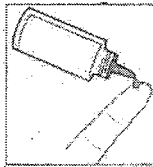

Figura 18
4. Vuelva a oprimir la botella para que salga una segunda gota sobre una superficie no absorbente limpia o sobre la yema de un dedo limpia. Consulte la figura 18.